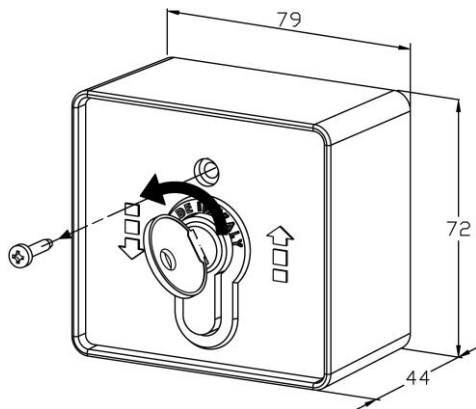
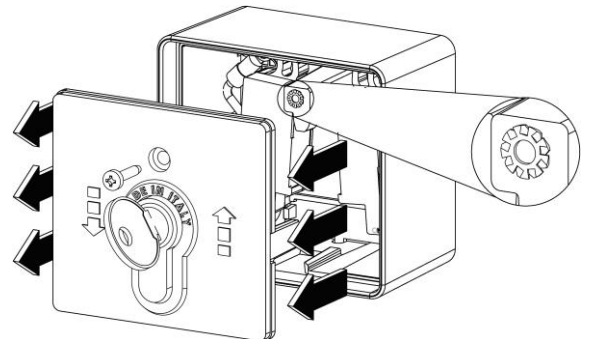

Fig.1
Fig.4
I) Rimuovere la vite di fissaggio del coperchio ed inserire la chiave nella serratura. Ruotando la chiave a sinistra, estrarre il coperchio del selettore (fig.1, fig.4);
F) Ôter la vis de fixation du couvercle et mettre la clé dans la serrure. Faire tourner la clé vers la gauche et d'extraire ainsi le couvercle du sélecteur (fig.1, fig.4) ;
GB) Remove the screw from the cover and insert the key into the lock. Turn the key on the left, to detach the cover from the switch (fig.1, fig.4);
E) Retirar el tornillo de fijación de la tapa e introducir la llave en la cerradura. Girando la llave hacia a la izquierda, para extraer la tapa del selector (fig.1, fig.4);
- Reinsere il coperchio del selettore ruotando la chiave; prestare attenzione alla disposizione dei cavi all'interno e serrare il tutto con la vite (fig.4).